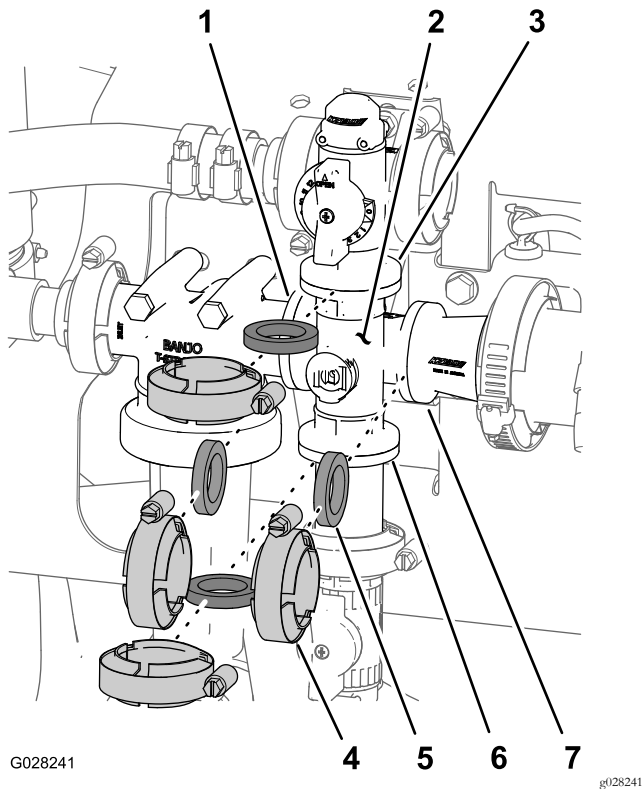

Figura 112
1. Retire las abrazaderas y las juntas que sujetan el distribuidor de la válvula de agitación a la válvula de desvío de la agitación, la cabeza del filtro de presión, el racor reductor y el acoplamiento del adaptador (válvula de control de agitación), según se muestra en Figura 112.